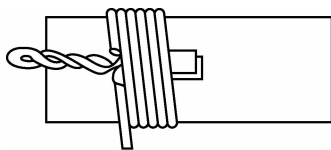

图 3-9 绕组原线绞合引出
(6)每绕完一层刷一层薄凡立水,垫上一层层间绝缘纸,再绕下一层。当中间有抽头时,若线径小于 $0.2\text{ mm}$ ,应采用多股软线焊接引出;若线径大于 $0.2\text{ mm}$ ,可按图 3-9 所示方法,利用绕组原线绞合引出。